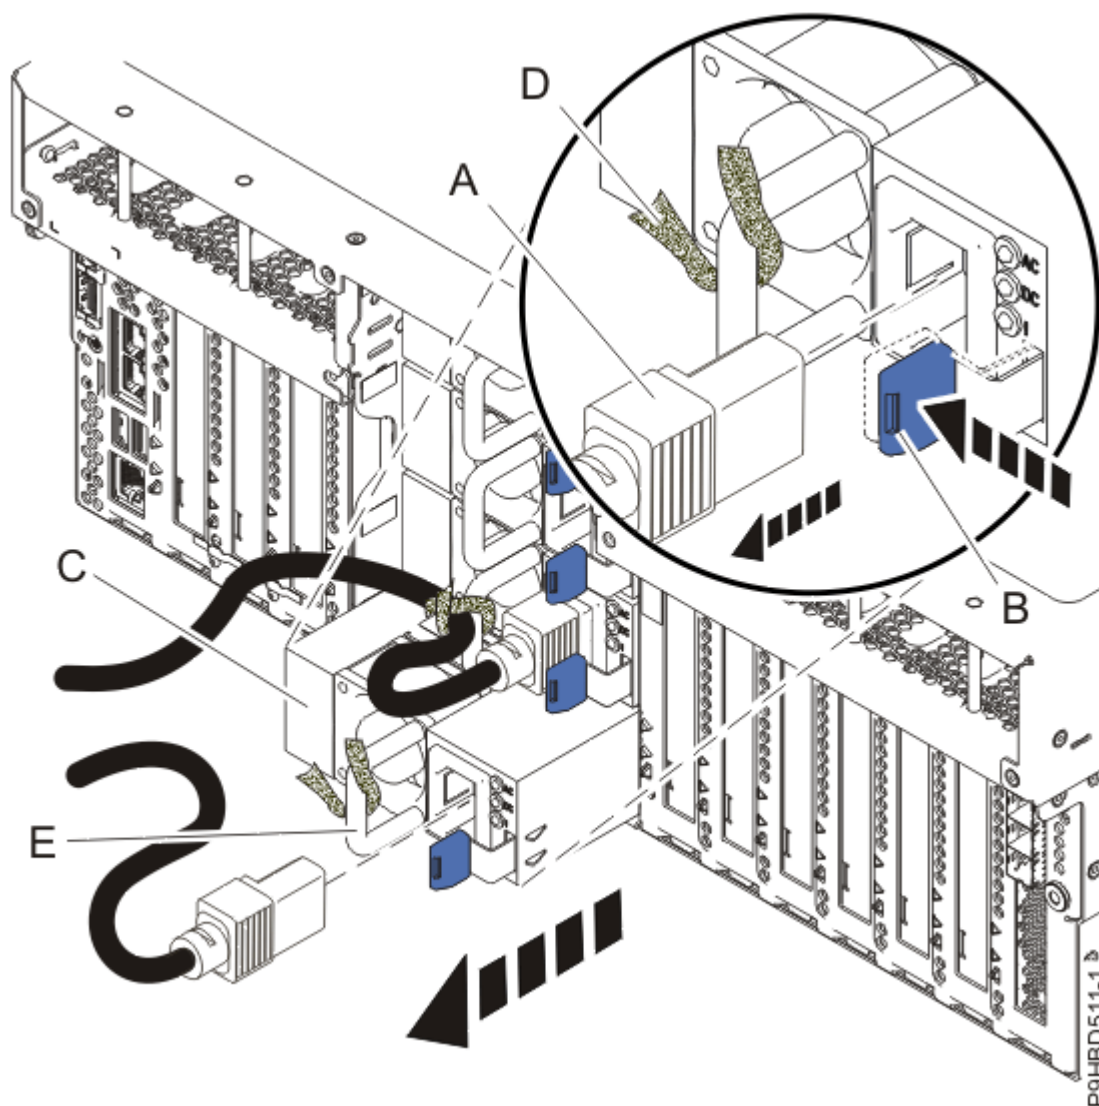

Figure 8. Retrait d'une alimentation
2. Pour retirer l'alimentation alors que le système est sous tension, étiquetez le cordon d'alimentation, puis desserrez l'attache velcro (**D**) pour libérer le cordon (**A**) de la poignée de l'alimentation. Voir Figure 8, à la page 11. Ne retirez pas le cordon d'alimentation du bras de routage des câbles.
Voir Figure 8, à la page 11.